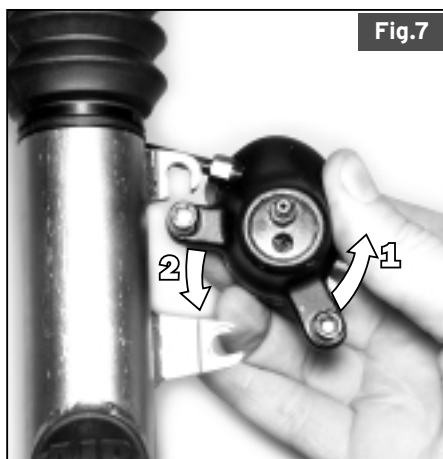

Fig.7
1. A l'aide d'une clef 6 pans 5mm, desserrez (sans les enlever) les deux vis de l'étrier du frein à disque avant. Pivotez le bas de l'étrier dans le sens contraire des aiguilles d'une montre de sorte que la vis basse de l'étrier ressorte de l'attache du frein à disque Lefty. Puis, laissez tomber la vis supérieure de l'attache du frein. Voir Fig. 7. La roue ne peut pas être démontée sans avoir démonté au préalable le frein de la fourche.